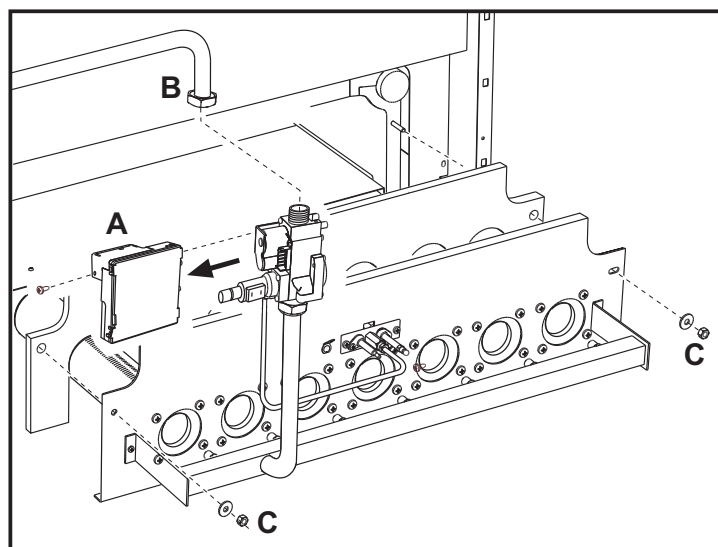
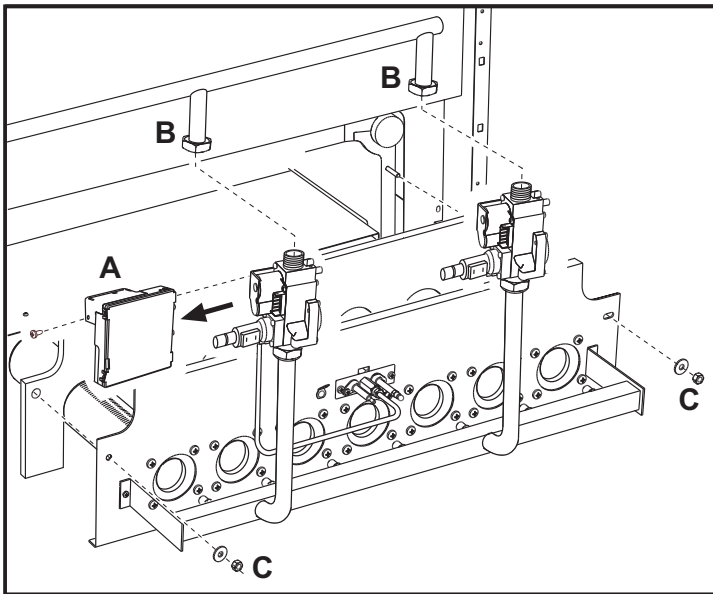

рис. 7 - Модели PEGASUS - 67 2S, 77 2S и 87 2S
рис. 8 - Модели PEGASUS - 97 2S и 107 2S
- Демонтируйте электронный контроллер пламенем "А" с газового клапана (рис. 7).
- В моделях 97 2S и 107 2S с 2 газовыми клапанами необходимо также развинтить 2 винта, крепящих 2 электрических разъёма, которые питают второй клапан, и снять последний (рис. 8).
- Отвинтите гайку "В" крепления трубы подвода газа на входе в газовый клапан (рис. 7). В моделях 97 2S и 107 2S развинтите две гайки (рис. 8).